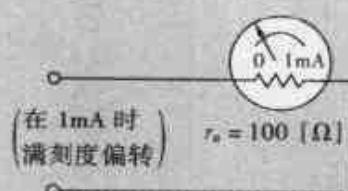

图 2 仅用基本的测量仪表测量的电流
**【条件】** ① 基本的测量仪表在  $0.001\text{A}$  ( $1\text{mA}$ ) 时满刻度偏转(图 2)。
① 动圈的电阻设为  $100\Omega$ 。
② 用基本的测量仪表加上分流器, 可以用来测量  $0 \sim 1\text{mA}$ ,  $0 \sim 10\text{mA}$ ,  $0 \sim 50\text{mA}$ ,  $0 \sim 100\text{mA}$  电流。